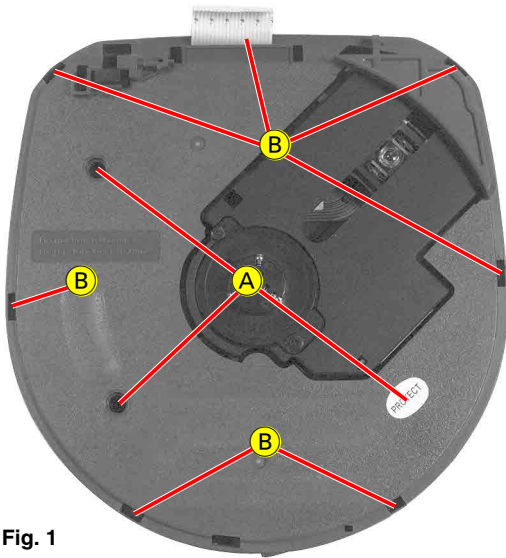

Fig. 1
- 3 Schrauben **A** herausschrauben (Fig. 1).
- 7 Rastungen **B** ausrasten (Fig. 1).
- Undo 3 screws **A** (Fig. 1).
- Disengage 7 hooks **B** (Fig. 1).